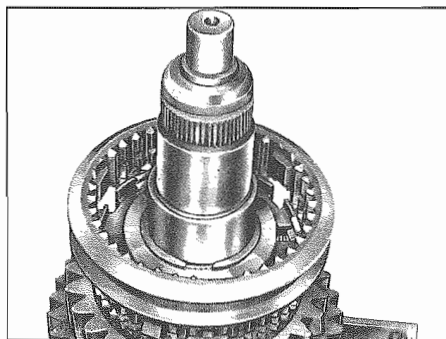

Fig. 32 - Montaggio del manicotto sincronizzatore
- Montare il manicotto sincronizzatore (408) sul mozzo sincronizzatore (416) (Fig. 32). I perni sferici devono potere innestarsi nei tre denti più profondi.
- Position sliding sleeve (408) on synchronizer (416) (Fig. 32). Ball pins should be able to engage with the three teeth cutout lowest.